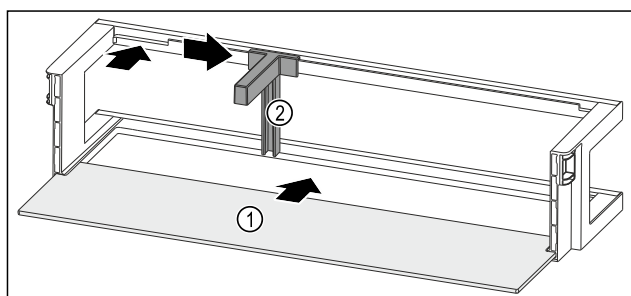

Fig. 114 Balconnet de contre-porte avec tablette de rangement
- Insérer la tablette de rangement Fig. 114 (1) dans les évidements latéraux.
- Insérer le porte-bouteilles Fig. 114 (2) dans l'évidement.
- Pousser le porte-bouteilles Fig. 114 (2) sur le côté en position souhaitée.